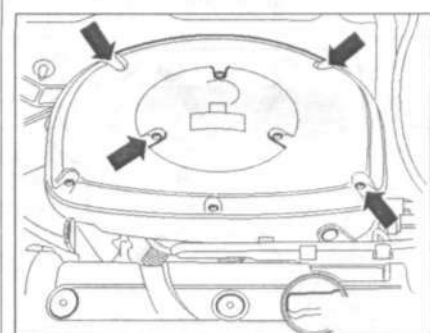

Рис. 2.13. Открутите винты (стрелки) и снимите воздушный фильтр в сборе.
3. Открутите винты (стрелки) и снимите воздушный фильтр в сборе (рис. 2.13).